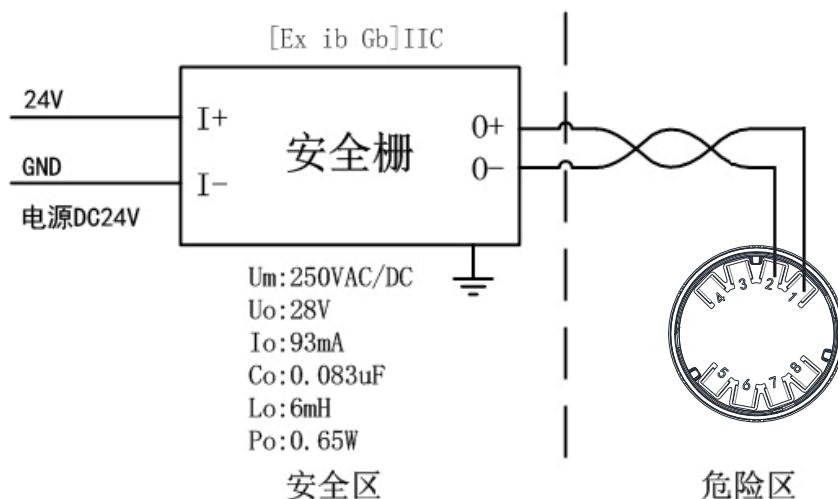

图 5 接线图例
- 将 DC24V 电源通过安全栅后接在底座 1、2 端子上，如图 5。